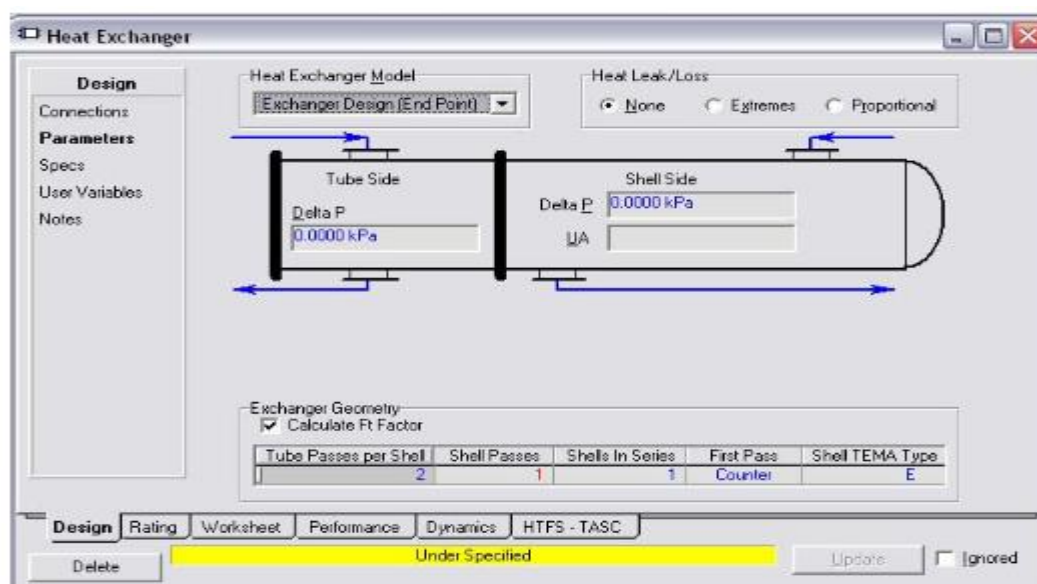

Fig.V.2
- Passer à la page **Parameters**. Compléter la page come l'indique la Figure V.2,